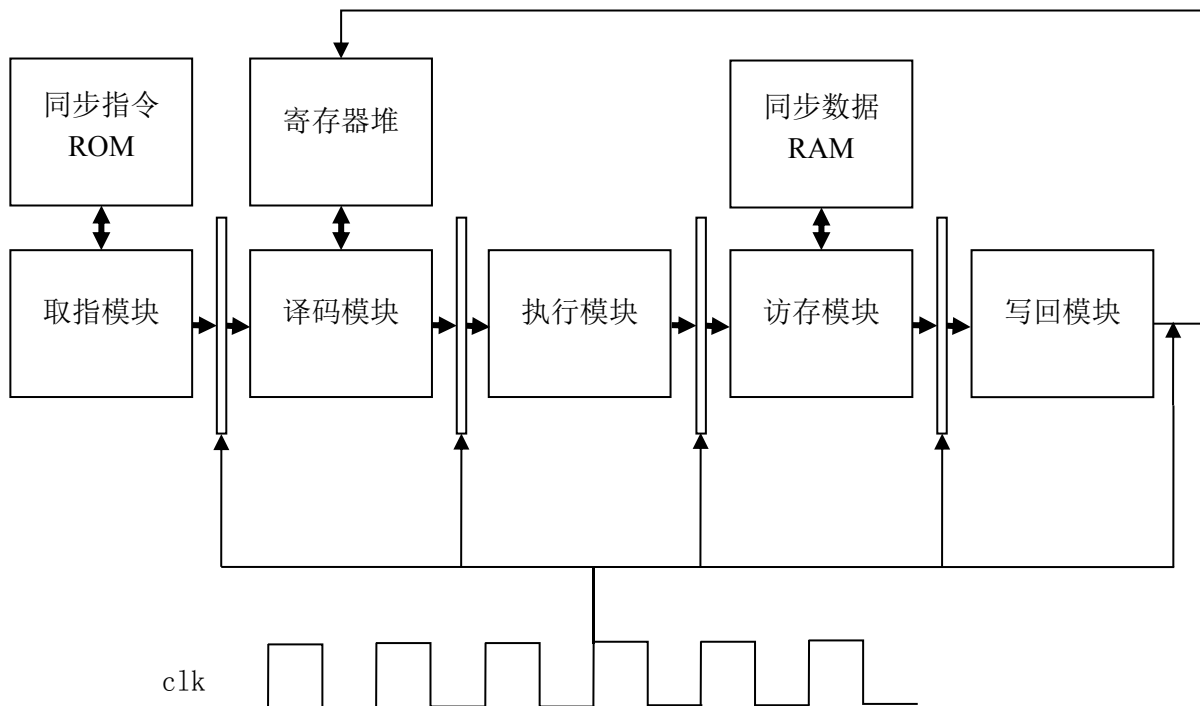

图 9.2 静态 5 级流水 CPU 的大致框图
2. 本次课程设计的设计框图基本同多周期 CPU 实验的设计框图。需要注意 5 个部件都是同时运转的，但对每条指令而言，依然是依次工作的，见图 9.2。
4) 在多周期 CPU 实验的设计框图的基础上，完善课程设计的框图，即补充完善图 9.2；